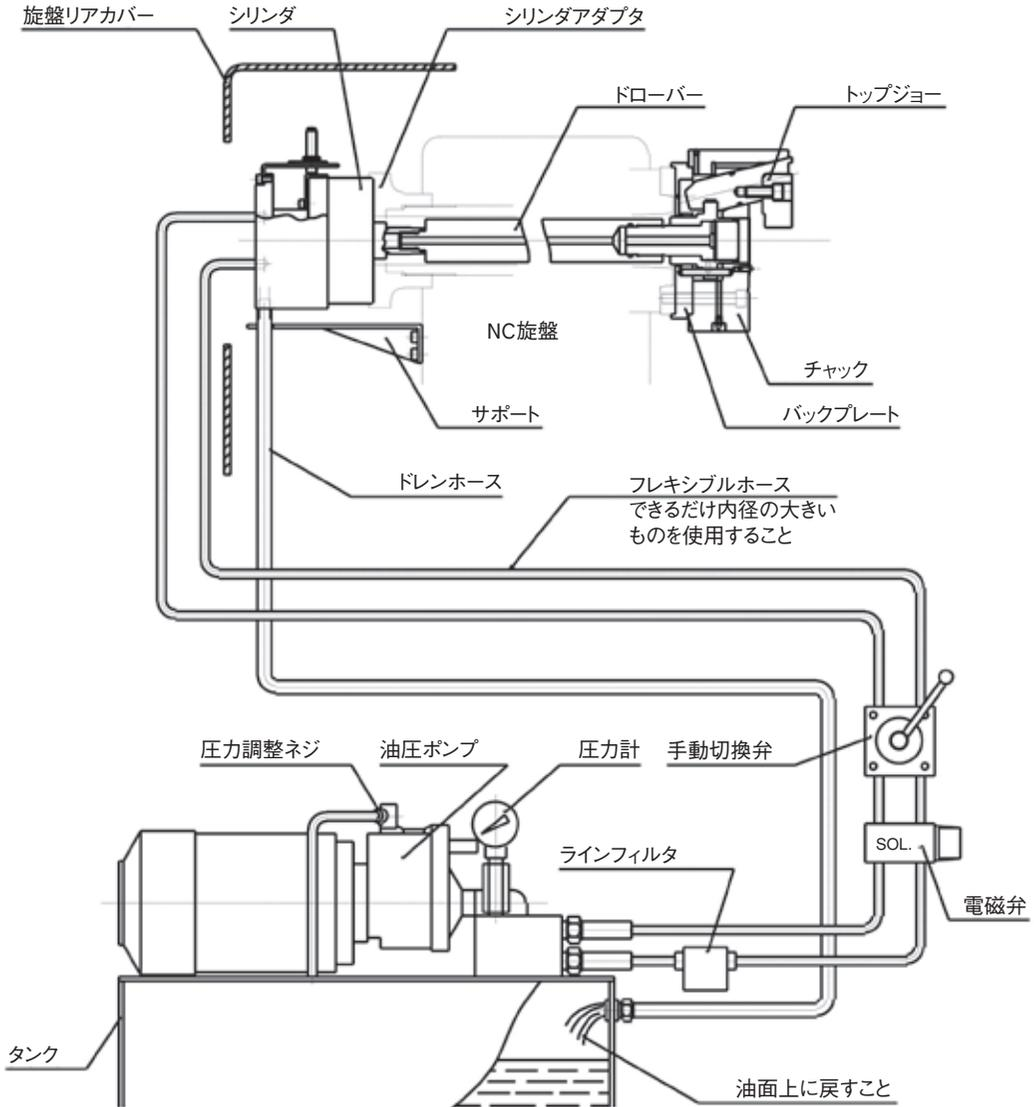

図 10
- ドレンは必ず油圧ユニットの油面上に戻すこと。(図 10 参照)
- ドレンホースは、油圧ユニットの油面上に戻してください（図10）。弁ブロック等のTポートに接合すると背圧がかかりシリンダのオイルシールが破損します。